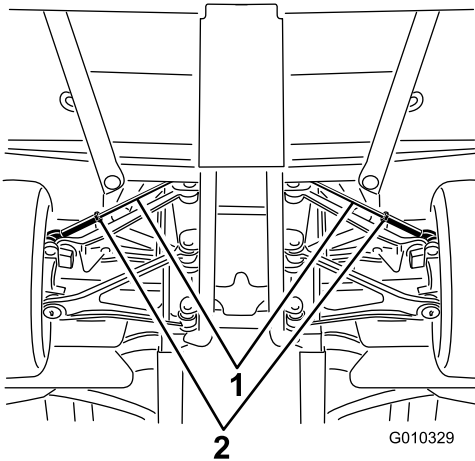

**Bild 55**
2. Messen Sie den Abstand vorne und hinten an den Lenkreifen Mitte-zu-Mitte (auf Achshöhe). **Bild 55**